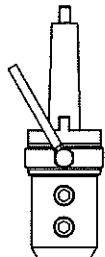

図 19
(1) ホルダ MTO3075 サイドロック Ass'y (図 19)